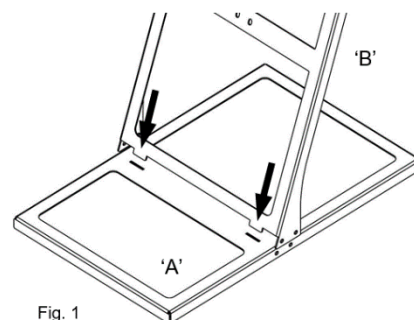

Fig. 1
3. Faites glisser la moitié supérieure du support 'B' en glissant les languettes dans les fentes sur la moitié du support (Fig. 1).